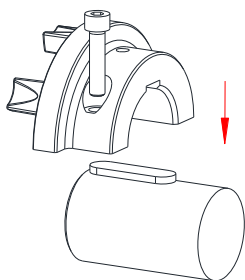

Figura 9
- Coloque a meia concha superior da parte do came no veio (ver figura 9) com o parafuso de cabeça cilíndrica inserido.